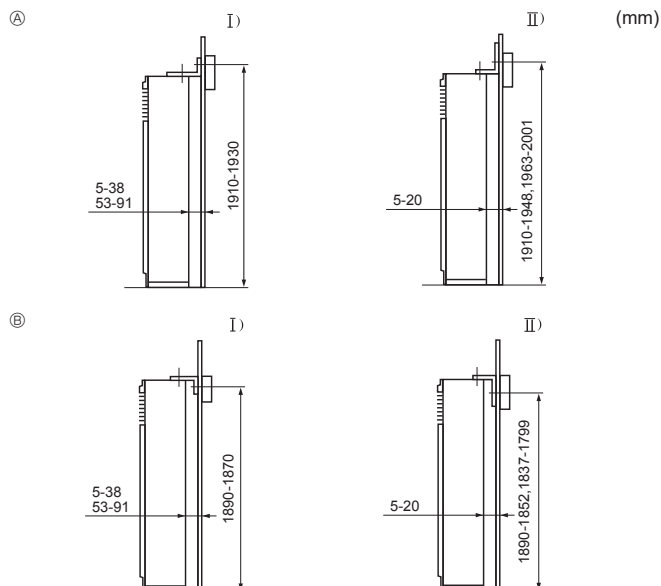

Fig. 3-3
- ① Wspornik zapobiegający przewróceniu
Wspornik zapobiegający przewróceniu ① umieszcza się na górnej powierzchni urządzenia. Odkręcić wkręty samogwintujące Ⓐ, po czym zamocować wspornik zgodnie z rysunkiem. Prawidłowe odległości montażowe podano na rysunku Fig. 3-3.
3.3. Montaż wspornika zapobiegającego przewróceniu (Fig. 3-3)